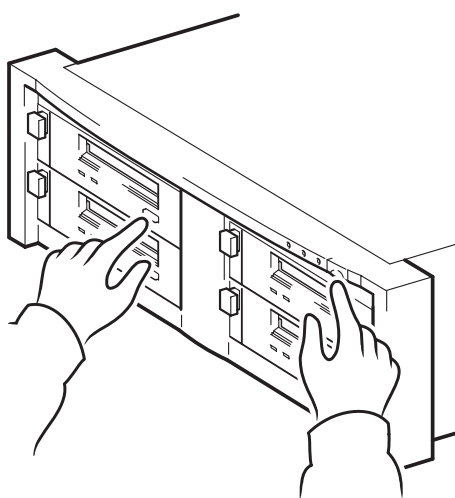

Figura 10b: hp obdr, passo 2
- 2 Mantenha o botão de ejeção pressionado na unidade de fita atribuída ao HP OBDR. Mantendo o botão de ejetar pressionado, ligue o rack de fitas e o servidor (veja figura 10b.) Essa ação ativa o processo HP One-Button Disaster Recovery. Libere o botão assim que as luzes de Fita e Limpeza piscarem alternadamente no painel frontal. Essa é a sequência OBDR.